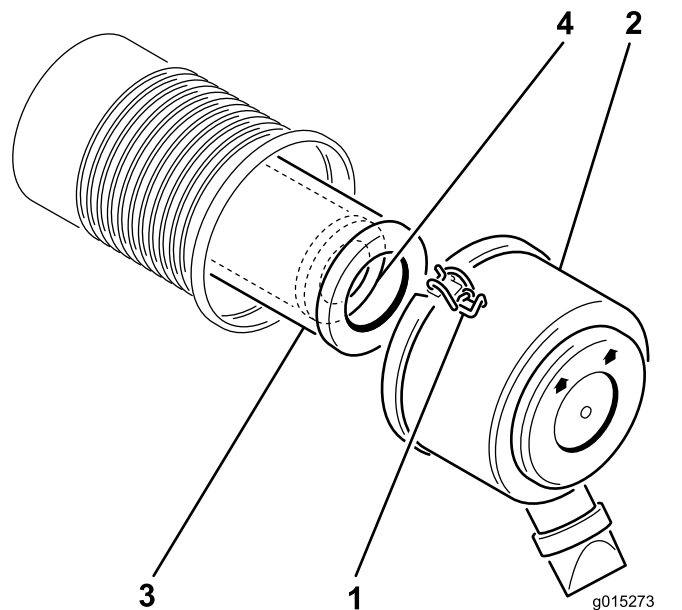

图14
2. 松开将空气滤清器盖固定到空气滤清器壳体上的搭扣。将盖子与壳体分开 图14。
4. 将初级滤芯轻轻从空气滤清器外壳中滑出 图14。
2. 如果要更换安全滤芯应小心将它滑入滤芯壳体 图14。
3. 小心地将初级滤芯滑到安全滤清器上方 图14。
5. 安装空气滤清器盖标有向上箭头的一侧朝上用门锁固定 图14。